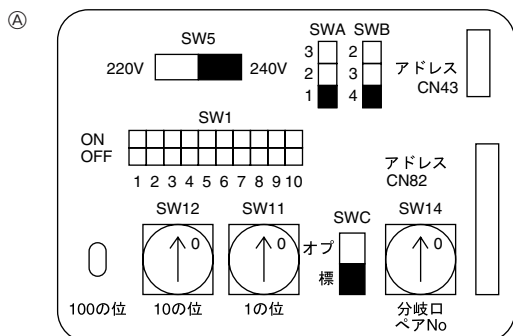

Fig. 4-4
- *1 Pase el cable de transmisión a tierra a través del terminal de tierra de la unidad exterior ①.
4.3. Configuración de las direcciones (Fig. 4-4)